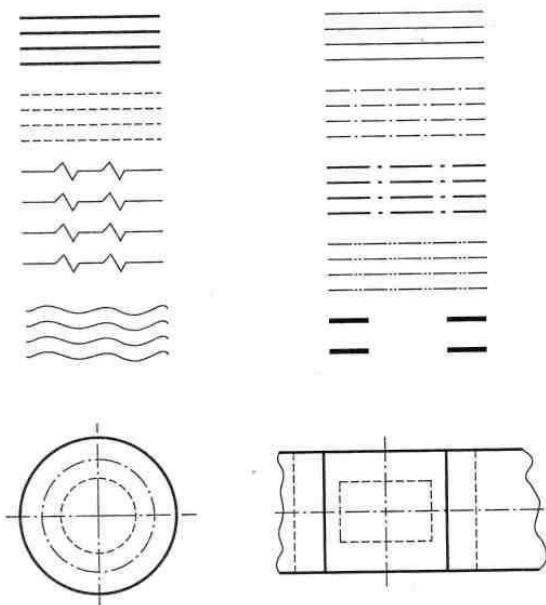

Рис. 43
6. На листе чертежной бумаги формата A4 нанести рамку, выполнить основную надпись для первого листа чертежей, расположив последнюю вдоль короткой стороны формата, и повторить все изображения, показанные на рис. 43, в